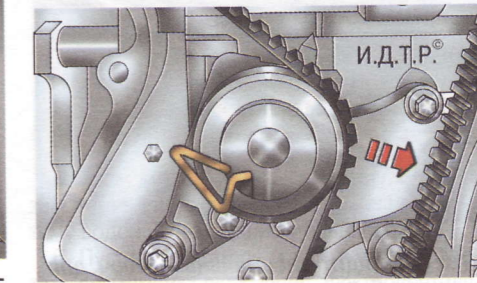

Рис. 4.20. Ослабление натяжения ремня привода газораспределительного механизма
16. Ослабьте натяжение ремня привода газораспределительного механизма, для чего переместите на максимально возможную величину ведущую ветвь ремня в направлении, показанном стрелкой на рис. 4.20. При этом натяжной ролик переместится в исходное положение. Зафиксируйте натяжной ролик в этом положении, вставив в отверстие ролика и его кронштейна металлический стержень подходящего диаметра.